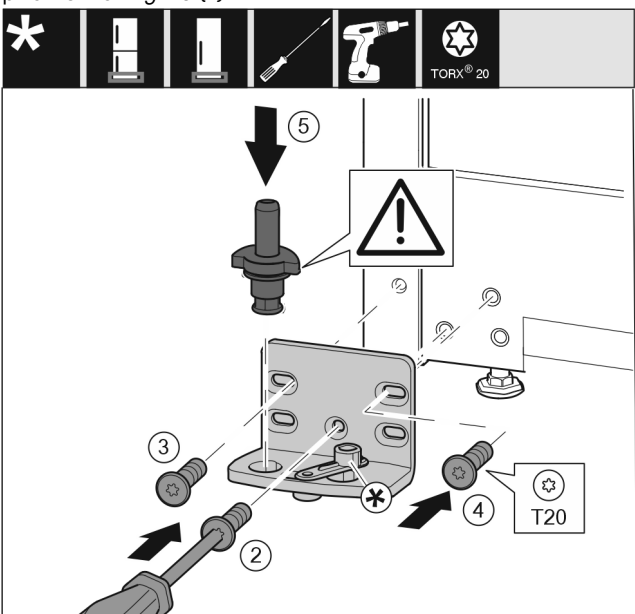

Fig. 14
- ▶ Postavite podložak ležaja na drugoj strani i zavijte pomoću odvijača T20. Započnite s vijkom 2 dolje u sredini. Fig. 14 (2)
- ▶ Pritegnite vijak 3 i 4. Fig. 14 (3,4)
- ▶ Kompletно umetnite podložak ležaja. Pri tome pazite da je ispučenje za blokiranje okrenuto prema otraga. Fig. 14 (5)